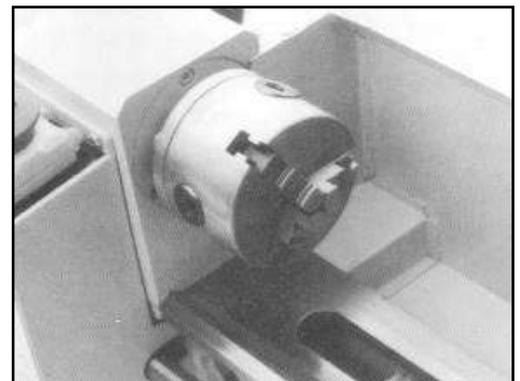

Figura 18– Dettaglio mandrino.
1. Inserire il pezzo da lavorare sul mandrino e fissarlo, **serrando le griffe, con l'apposita chiave. Inserire la chiave in una delle cave a sezione quadra, presenti sul mandrino e, per avvicinare le griffe, ruotarla in senso orario (vedere la Figura 18).**
10. Dopo aver atteso l'arresto del mandrino, smontare il pezzo dal mandrino stesso, aprendo le griffe, con l'apposita chiave. A tal proposito, inserire la chiave in una delle cave a sezione quadra, presenti sul mandrino (vedere la Figura 18) e ruotarla in senso antiorario.